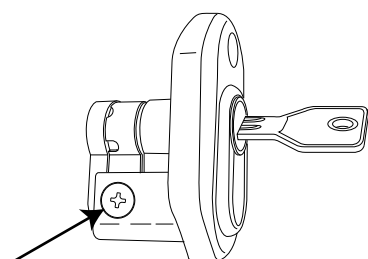
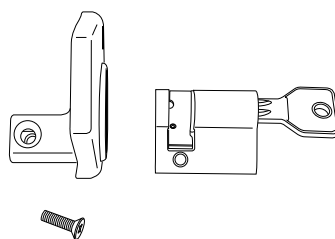

FIG. 18
FIG. 19
3. Utilizzando un cacciavite a stella PH2, svitare la vite laterale del blocco cilindro fig. 18 e, mantenendo la camma allineata con il cilindro, sfilare lo stesso dal blocco cilindro fig. 19;
3. By using a Phillips screwdriver PH2, screw out the cylinder block side screw and, while maintaining the cam in line with the cylinder (fig. 18), extract it from the cylinder block (fig. 19);
3. A l'aide d'un tournevis étoile PH2, desserrer la vis latérale du bloc-cylindre et, en maintenant la came alignée par rapport au cylindre fig. 18, retirer ce dernier du bloc-cylindre fig. 19 ;
3. Utilizando un destornillador cruciforme PH2, desenrosque el tornillo lateral del bloque del cilindro y, manteniendo la leva alineada con el cilindro fig. 18, extráigalo del bloque (Fig. 19);
3. Schrauben Sie mit einem Sternschraubenzieher PH2 die seitlichen Schrauben des Zylinderblocks ab, halten Sie den Nocken weiterhin zum Zylinder Abb. 18 geflüchtet und ziehen Sie ihn vom Zylinderblock ab, Abb. 19;
3. Draai met een kruiskopschroevendraaier PH2 de schroef aan de zijkant van het cilinderblok los. Houd de nok uitgelijnd met de cilinder fig. 18 en verwijder de cilinder uit het cilinderblok fig. 19;